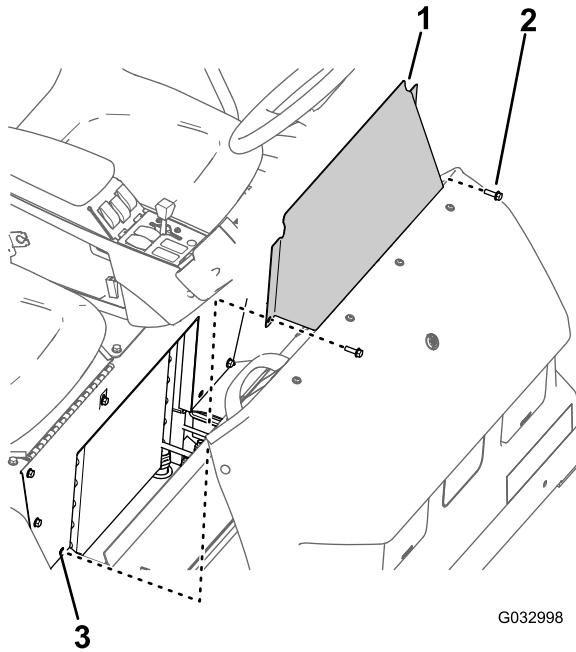

Bild 61
1. Entfernen Sie die zwei Bundkopschrauben, mit denen die Abdeckplatte am Sitzunterteil befestigt ist (Bild 61).
2. Nehmen Sie die Abdeckplatte am Sitzunterteil von der Maschine ab (Bild 61).
1. Fluchten Sie die Löcher in der Abdeckplatte des Sitzunterteils mit den Löchern im Sitzunterteil aus (Bild 61).
2. Befestigen Sie die Abdeckplatte des Sitzunterteils mit den zwei Bundkopschrauben (Bild 61) am Sitzunterteil, die Sie in Schritt 1 in Entfernen der Abdeckplatte am Sitzunterteil \(Seite 55\) entfernt haben.